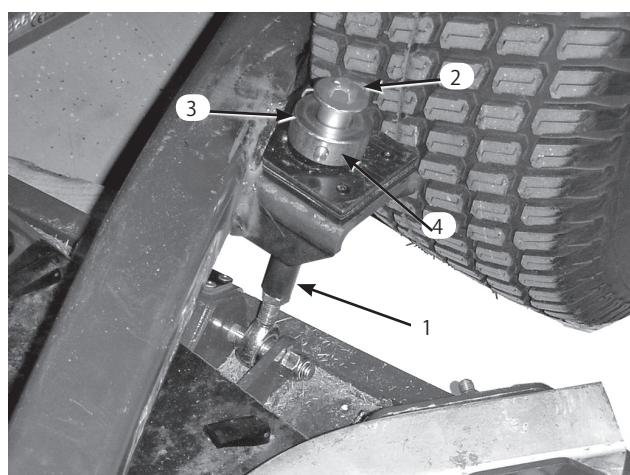

図22
- 各刈高ロッドの上部についているキャップスクリュとワッシャを外す(図22)。
- カッティングユニット後部で、刈高ロッドに刈高カラーを固定しているヘアピンとクレビス・ピンを外す(図22)。刈高カラーを外す。